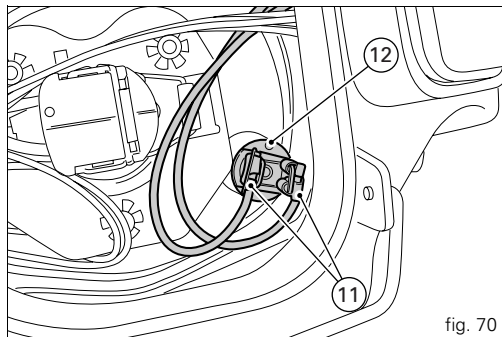

fig. 70
Débrancher les connexions (11) (fig. 70).